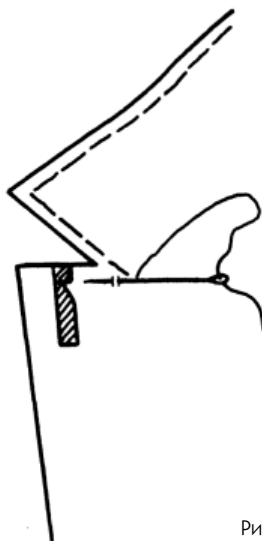

Рис. 31
2. Положите эту полоску на лицевую сторону изделия вплотную к краю (или к впадине, обозначившейся при утюжке шва) и следуйте по указанной черте, прокладывая мелкие стежки «вперед иголку», едва вкалывая иголку в материю и плавно вытягивая нитку. Используйте для этого тонкую нить из мерсеризованного хлопка (рис. 31).